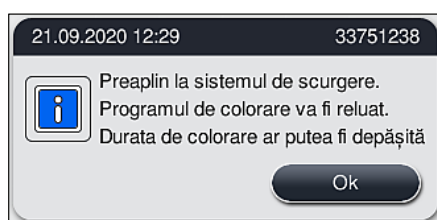

Fig. 121
- ✓ Dacă apa blocată se scurge, un alt mesaj de pe ecran (→ "Fig. 121") îl informează pe utilizator că programele de colorare pot fi continuate. Apăsați **Ok** (→ "Fig. 121") pentru a continua.
1. Dacă încercările ulterioare de curățare reușesc și blocajul poate fi eliminat, nivelul apei scade sub nivelul critic. Un mesaj de pe ecran (→ "Fig. 121") informează utilizatorul că programele de colorare pot fi continuate. Apăsați **Ok** (→ "Fig. 121") pentru a continua. Startabilitatea programelor este afișată și programele din proces continuă automat.